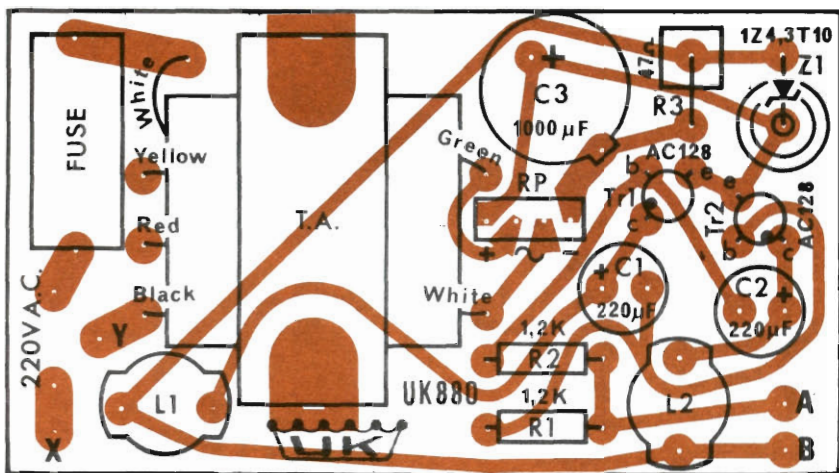

Fig. 2 - Serigrafia del circuito stampato.
- Appoggiare sul circuito stampato il raddrizzatore a ponte R. P. e saldare i relativi terminali, rispettando la polarità, come indicato nella fig. 2.
tando di invertirli fra loro ed attenendosi a quanto indicato nella fig. 2. Il corpo dei transistori dovrà distare dalla basetta del circuito stampato di circa 8 mm.
- Infilare e saldare i terminali dei due condensatori elettrolitici C1 e C2, i quali dovranno essere disposti verticalmente sul circuito stampato. Rispettare la polarità, attenendosi alla fig. 2.
- Appoggiare sul circuito stampato i due zoccoli portalampadine, come indicato nella fig. 2, e saldarne i relativi terminali.